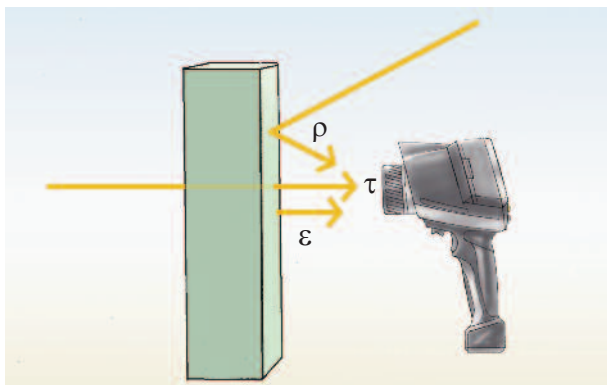

Рис. 1.1: Излучение, отражение и пропускание
- пропущенного объектом измерения излучения (см. Рис. 1.1, стр. 6)